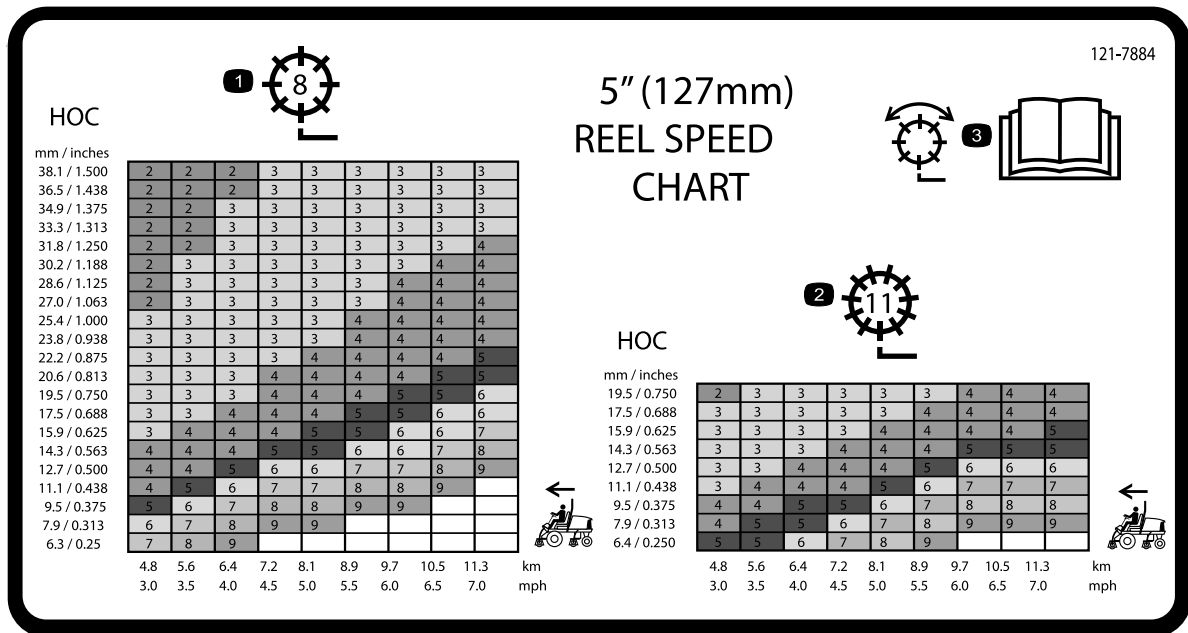

Figura 31
3. Utilize o gráfico no autocolante do gráfico da velocidade dos cilindros (Figura 31), para determinar a velocidade adequada dos cilindros.